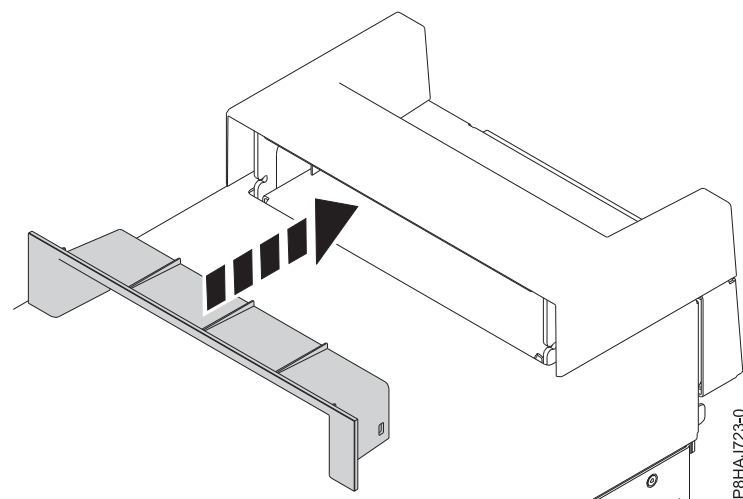

Figure 21. Insertion de la pièce plastique dans la poignée sur un système autonome 8286-41A
2. Insérez la pièce plastique (garniture intérieure) dans la poignée en la poussant fermement comme illustré figure 21.